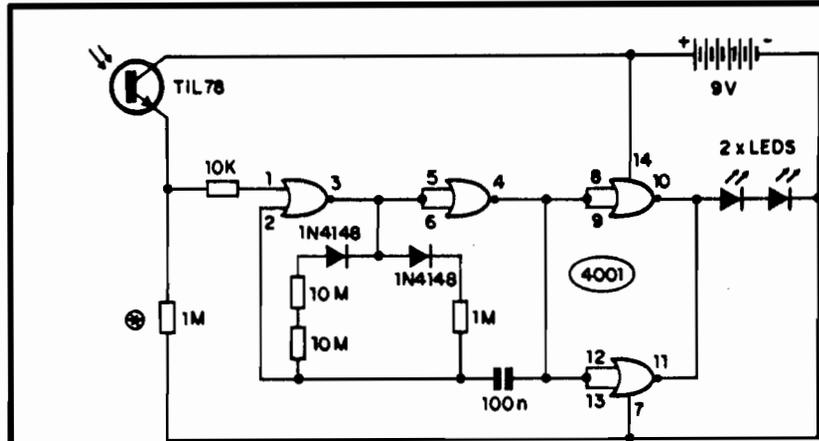

Fig. 1
**- FIG. 1 - DIAGRAMA ESQUEMÁTICO DO CIRCUITO** - NA intenção explícita de minimizar não só a quantidade de componentes, como também o consumo geral do circuito, foi escolhido para centralizar as funções ativas um Integrado da "família" digital C.MOS, versátil e "muquirana" (em energia...). O núcleo do arranjo está num oscilador (ASTÁVEL) dotado de "entrada de autorização", formado pelos dois gates do 4001, delimitados pelos pinos 1-2-3 e 4-5-6. Estes, quando o oscilador está ativo, geram um trem de pulsos cuja Frequência é determinada pelo capacitor de 100n e pelos resistores de 10M, 10M e 1M... No-tem, agora, que a parte resistiva da rede RC do oscilador, é dividida em dois "ramais", chaveados pelo par de diodos 1N4148: um com dois resistores de 10M em série (totalizando 20M, portanto...) e outro com o resistor de 1M... Graças à presença dos dois diodos, essa desproporção entre as Resistências nos dois "ramais", de 20 para 1, se manifesta também no ciclo ativo da Saída do bloco (pino 4 do 4001), de modo que o semi-ciclo "alto" se mostra cerca de 20 vezes mais longo do que o semi-ciclo "baixo" (notem que essa relação, puramente de on-off, não tem nada a ver com a Frequência geral de oscilação, determinando apenas a proporção - ou "desproporção" de Tempos, dentro de cada ciclo do oscilador...). O resultado da oscilação é apresentado a um conjunto simples inversor "bufferado", estruturado com os outros dois gates do Integrado (pinos 8-9-10 e 11-12-13), com suas Entradas todas "juntadas", o mesmo acontecendo com suas Saídas. Dessa forma, manifestando-se a oscilação, nos pinos 10-11 um forte e muito curto (proporcionalmente) pulso "alto" se manifestará a cada ciclo, intervalado por um longo (ainda proporcionalmente...) estado "baixo" na dita Saída geral. O tal pulso "alto" e "estreito" (no Tempo...) entrega "chutes" de cerca de 9V, sob razoável regime de Corrente, a um par de LEDs de alto rendimento, dispostos em série (arranjo que permite, no caso, excelente luminosidade, sem "puxar" excessiva energia da fonte geral de alimentação...). Sendo os lampejos, então, fortes, porém muito breves, a demanda média de Corrente do referido estágio "de Potência", torna-se ex-